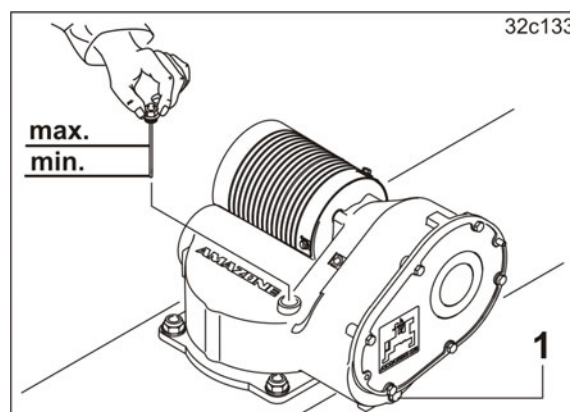

Рис. 179
2. Открутите маслосливную пробку (Рис. 179/1).